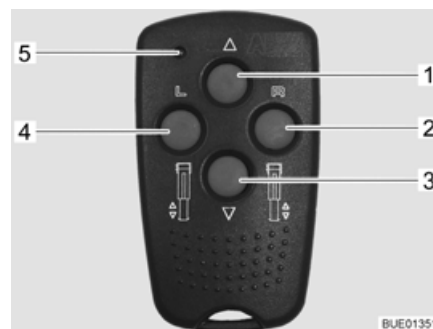

Bild 49 Fjärrstyrning för elektriska stödben
- Förval: Stödben vänster (Bild 49,4)
- Förval: Stödben höger (Bild 49,2)
- Köra in stödben (Bild 49,1)
- Köra ut stödben (Bild 49,3)
- Kontroll-LED (Bild 49,5)
Vid varje knapptryckning blinkar kontroll-LED:n (Bild 49,5).
- Tryck in förvalsknappen för stödbenssidan (Bild 49,2 eller 4) i ca 1 sekund.
- Tryck inom 2 sekunder in knappen "Köra ut stödben" (Bild 49,3) och håll den intryckt tills stödbenet (Bild 51,4) ligger an mot marken.
- Tryck inom 2 sekunder in knappen "Köra in stödben" (Bild 49,1) och håll den intryckt tills stödbenet (Bild 51,4) körts in helt. När stödbenet körts in helt ljuder en kontrollsignal.